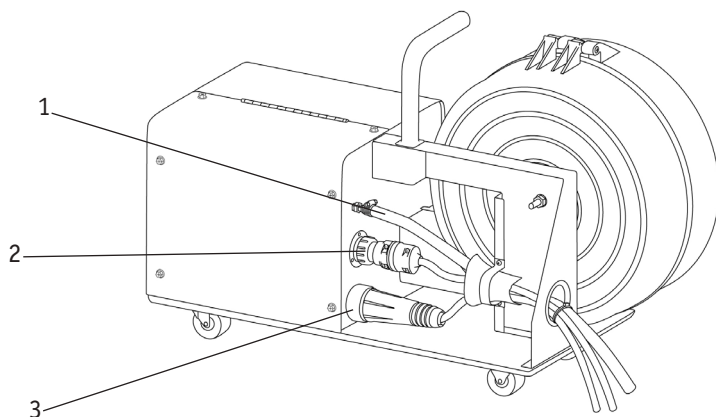

Рис. 8.4. Схема подключения подающего устройства.
2. Подключите кабели к подающему устройству (См. рис. 8.4).